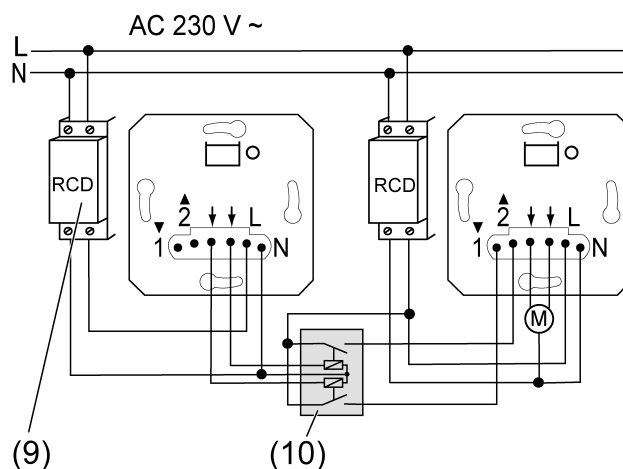

Imagen 5: Ejemplo de conexión de dos circuitos RCD
- Conectar los dispositivos conforme al ejemplo de conexión (Imagen 5).